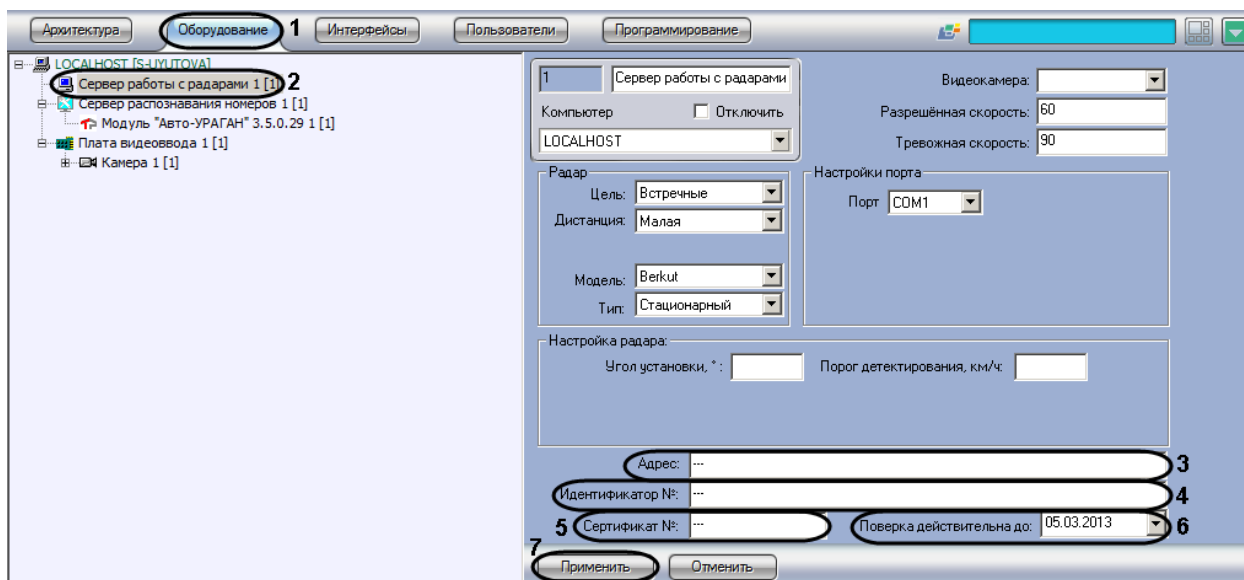

Рис. 7.3—11. Задание сведений об устройстве «Радар» для отображения в отчете о распознанном номере
2. В дереве объектов на вкладке «Оборудование» выбрать объект «Сервер работы с радаром», соответствующий настраиваемому программному модулю «Радар» (см. Рис. 7.3—11, 2). В правой части вкладки «Оборудование» отобразится панель настройки выбранного объекта
3. В поле «Адрес» ввести адрес местонахождения устройства «Радар» (см. Рис. 7.3—11, 3)
4. В поле «Идентификатор №» ввести заводской идентификационный номер устройства «Радар» (см. Рис. 7.3—11, 4)
5. В поле «Сертификат №» ввести номер соответствующего устройству «Радар» сертификата (см. Рис. 7.3—11, 5)
6. Из раскрывающегося списка «Проверка действительно до» выбрать дату, до достижения которой действительна метрологическая поверка устройства «Радар» (см. Рис. 7.3—11, 6)